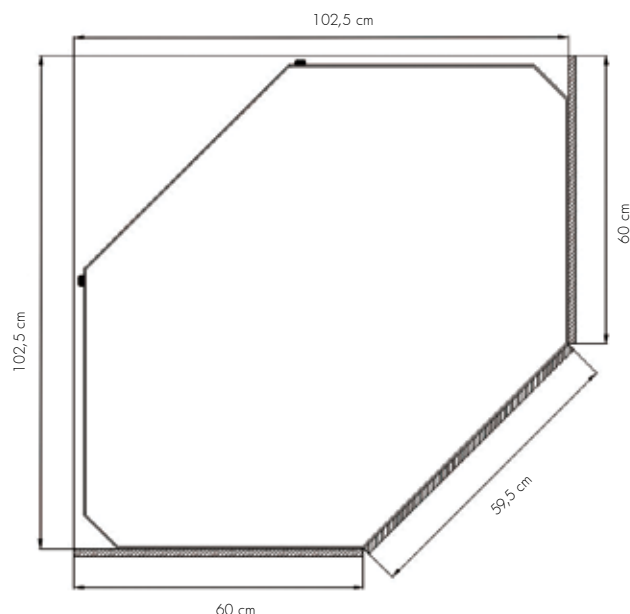

Fig 9
8.3. Integrering af kølehjørne (se fig. 9)